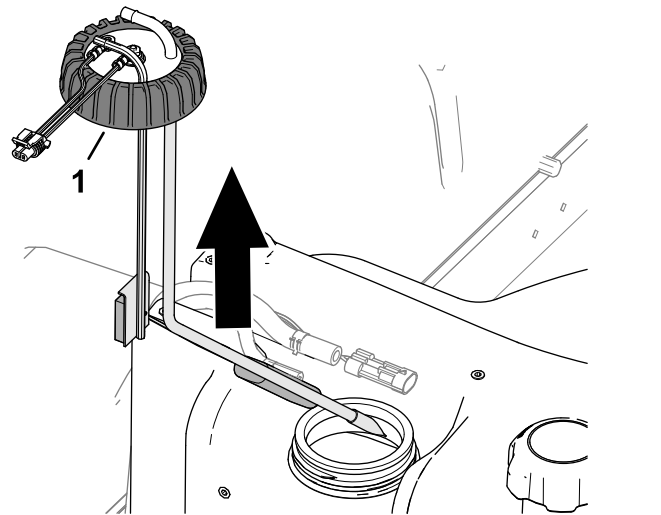

Bild 94
5. Lösen Sie den Deckel des Kraftstoff-Füllstandssensors (Bild 94).